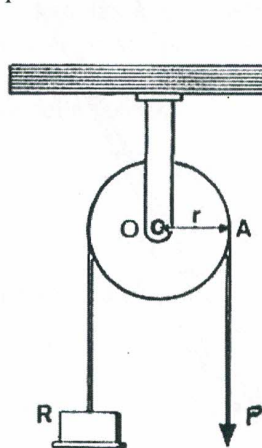

Fig. 1
- la *carrucola fissa*, quando la staffa è vincolata (fig. 1);